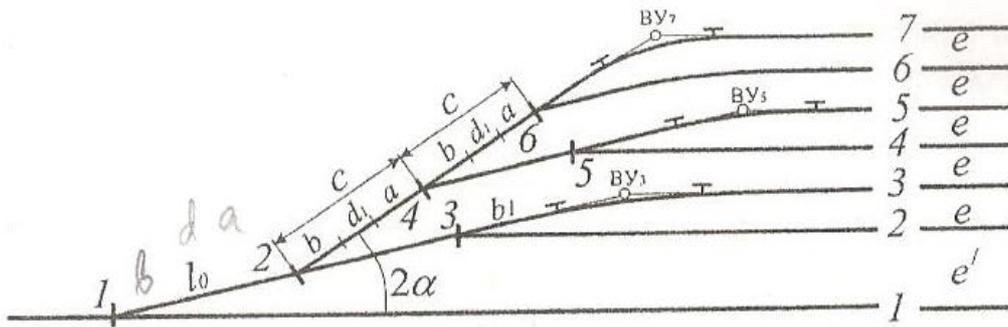

Рисунок 3. Стрелочная улица под двойным углом крестовины к основному пути
3. Стрелочная улица под двойным углом крестовины к основному пути (рис.3)